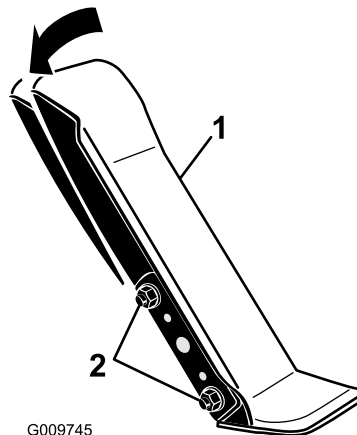

Bild 87
1. Lösen Sie die zwei Muttern und Schrauben, mit denen die linke Seite des Fahrpedals an der Halterung befestigt ist (**Bild 87**).
2. Drehen Sie das Pedal auf den gewünschten Winkel und ziehen Sie die Muttern an (**Bild 87**).